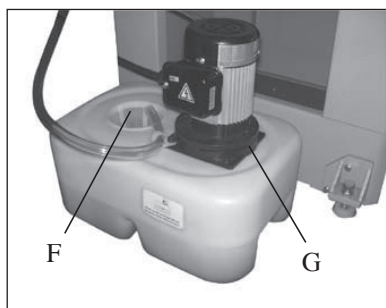

Bild 13
1. Ta bort pumpen ved å løsne de fire skruene (G, fig.13) lengst nede i pumpens fire hjørner.
2. Ta bort og rengjør nettet (F, Fig.13) på beholderen.